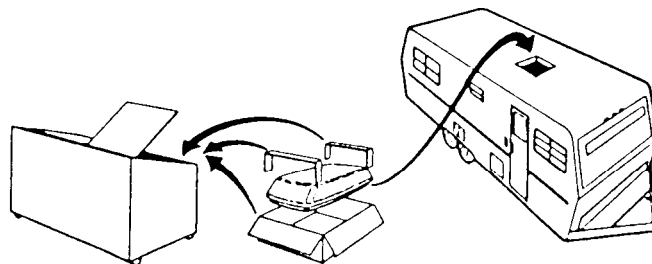

Abb. 5.A.1
- A. Klimagerät auspacken. (Abb. 5.A.1)
B. Einheit ANHEBEN und über die vorbereitete Dachöffnung PLAZIEREN. Das stumpfe Ende der Klimaanlage muß auf dem Wohnwagen nach hinten zeigen. (Abb. 5.B.1)